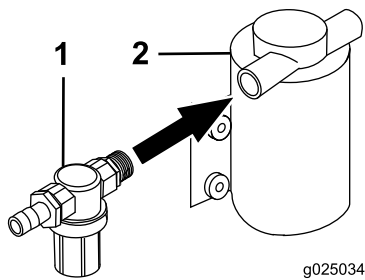

Bild 12
- Schließen Sie den Druckfilter an der Spülpumpe an (Bild 12).